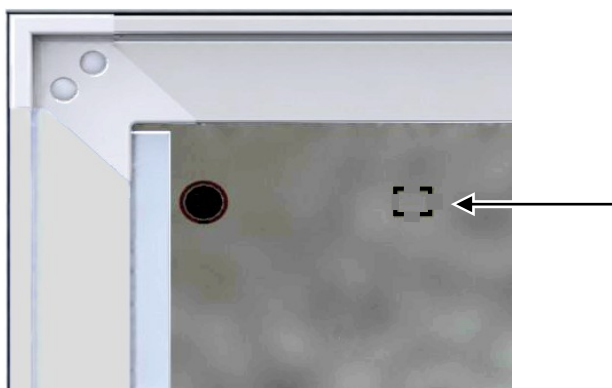

Figure 17: Intérieur UF V avec le port d'accès pré-perforé
- Sortir le carré pré-perforé à l'intérieur de l'appareil (Figure 17) avec une paire de pinces appropriée